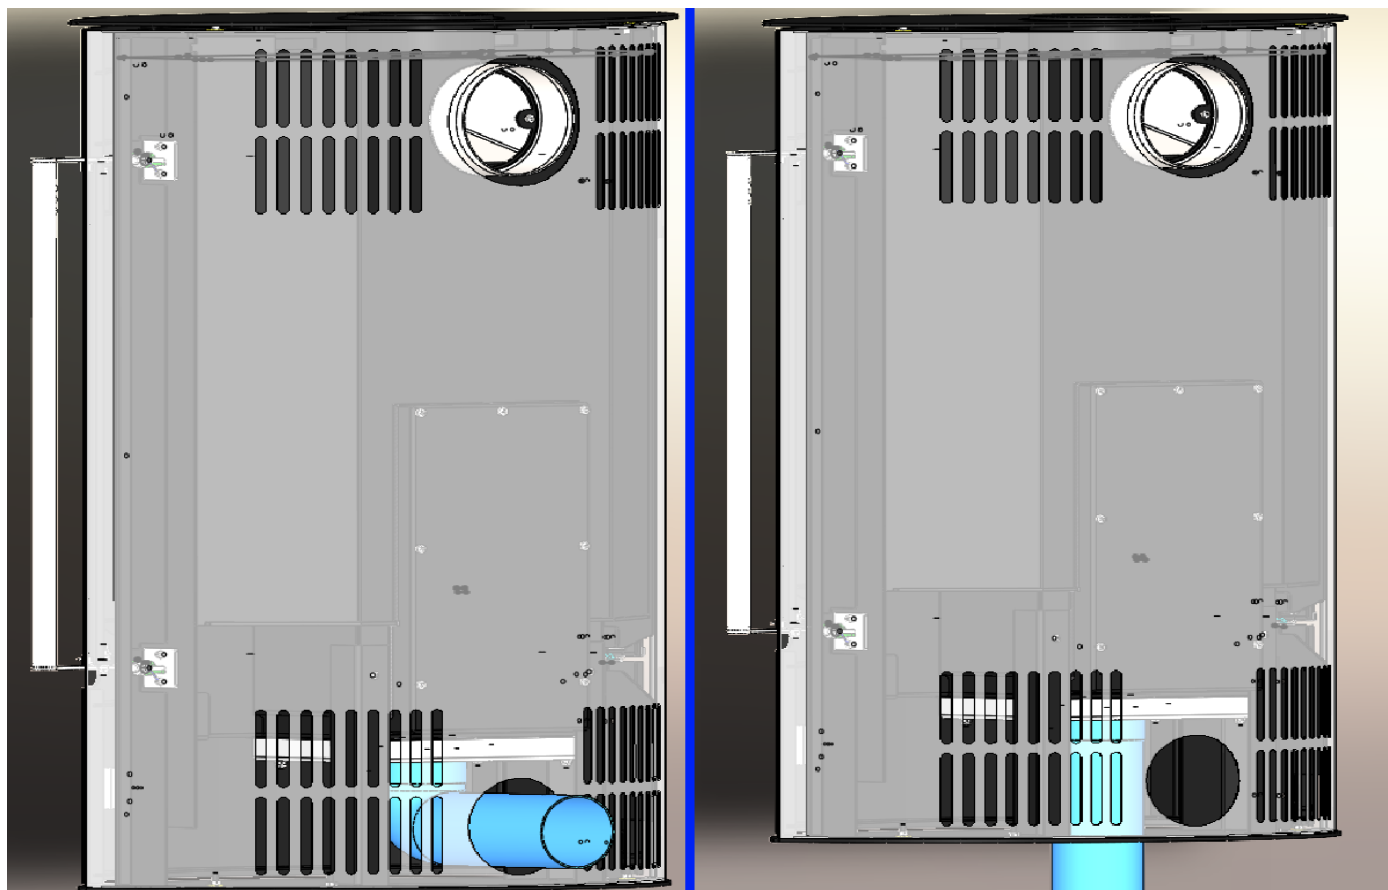

Figure 4 : Raccordement de l'arrivée d'air extérieur à l'arrière / au sol
5. Figure 4 : Raccordement de l'arrivée d'air extérieur à l'arrière / au sol	Page 6